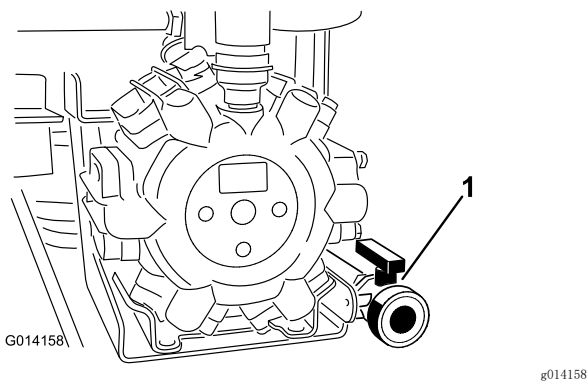

图22
2. 找到机器后部的药缸排水阀（图22）。该阀门位于泵的后面、安装在支撑托架上。